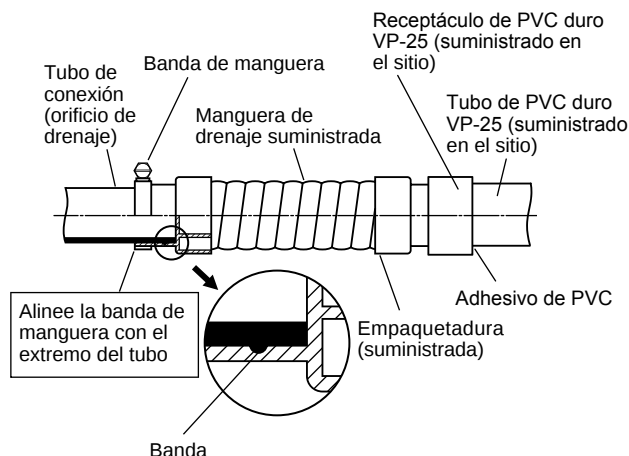

Fig. 3-6
- Prepare un tubo de cloruro de polivinilo duro estándar (diámetro exterior de 32 mm) para el drenaje y utilice la manguera de drenaje y la banda de manguera suministradas para evitar fugas de agua. El tubo de cloruro de polivinilo debe adquirirse por separado. El orificio de drenaje transparente de la unidad le permitirá comprobar el drenaje. (Fig. 3-6)
Inserte el tubo de drenaje hasta que se ponga en contacto con el receptáculo, tal y como se muestra en la Fig. 3-6, y fíjelo entonces con seguridad con la banda de mangueras.
- Alinee las bandas de manguera con el extremo de la manguera. Apriete bien la banda de manguera. Asegúrese de que el borde no esté cubierto por la banda de manguera. (Fig. 3-6)
Apriete las abrazaderas de manguera de modo que sus tuercas de cierre queden orientadas hacia arriba. (Fig. 3-6)